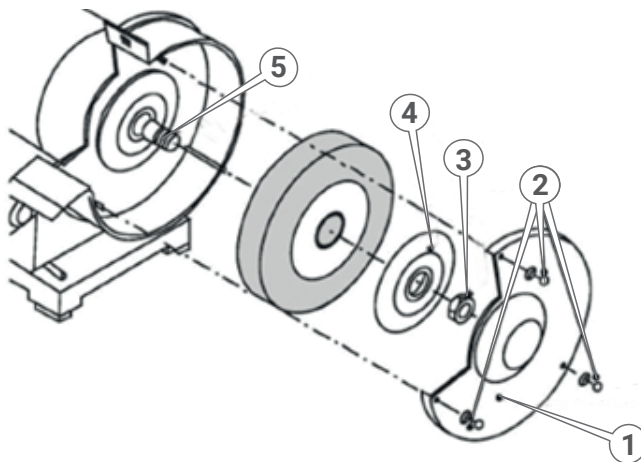

Рисунок 2. Схема заміни абразивного круга.
5.1.3 Заміна абразивного круга (рис. 2).